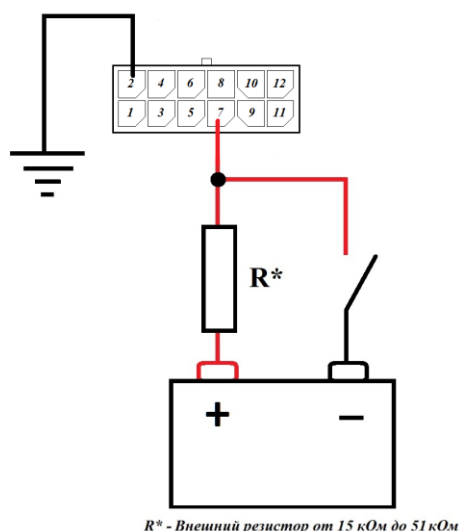

Рис.11. Определение зажигания минусовой цепи
- Если в автомобиле установлен размыкатель минусовой цепи, то для определения наличия зажигания используется схема, приведенная на рис. 11.